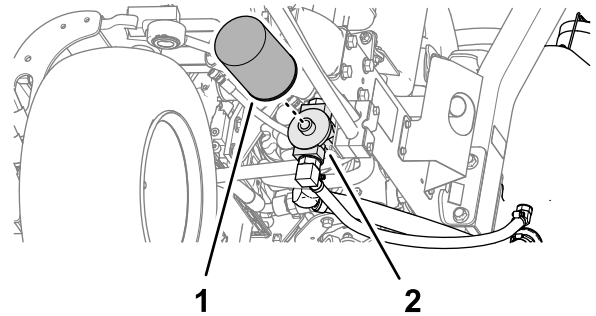

Figura 88
2. Limpe ao redor da área de instalação do filtro. Posicione um recipiente de drenagem sob o filtro (Figura 88) e retire o filtro.